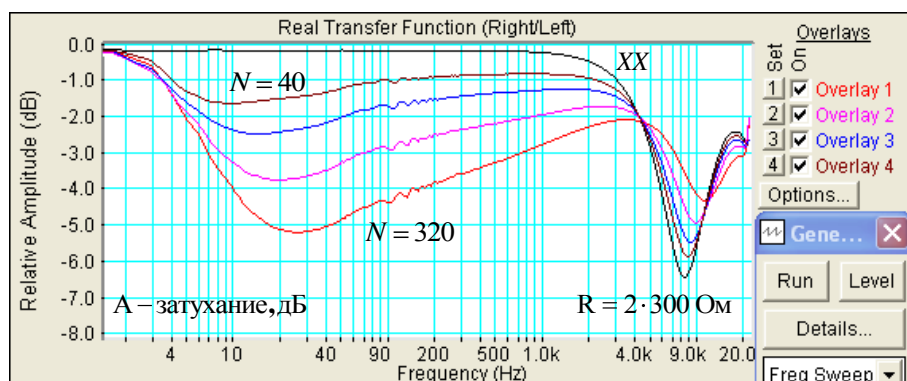

Рис.5.13. Частотная зависимость затухания модуля входного сопротивления, когда сигнал подается на вход через вспомогательные резисторы 2x300 Ом
Измерения проводились при изменении нагрузки : 320, 160, 80 и 40 абонентов и в холостом ходу (XX). Как видно из рис.5.13., частотная зависимость $|Z(f, R_n)_{ex}|$ имеет два минимума затухания и слабо выраженный максимум. Все первые минимумы частотной зависимости находятся ниже нижней границы рабочего диапазона частот. Затухание на этих минимумах тем больше, чем больше нагрузка линии.